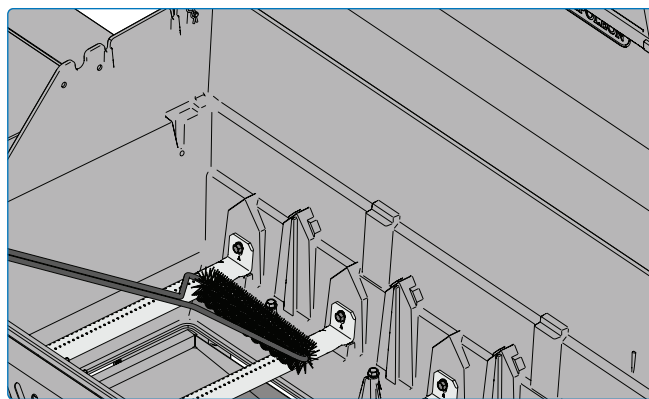

Fig. 21
5. Barra todos los residuos restantes del interior de la parrilla hacia la bandeja de goteo (**Fig 21, 22**).